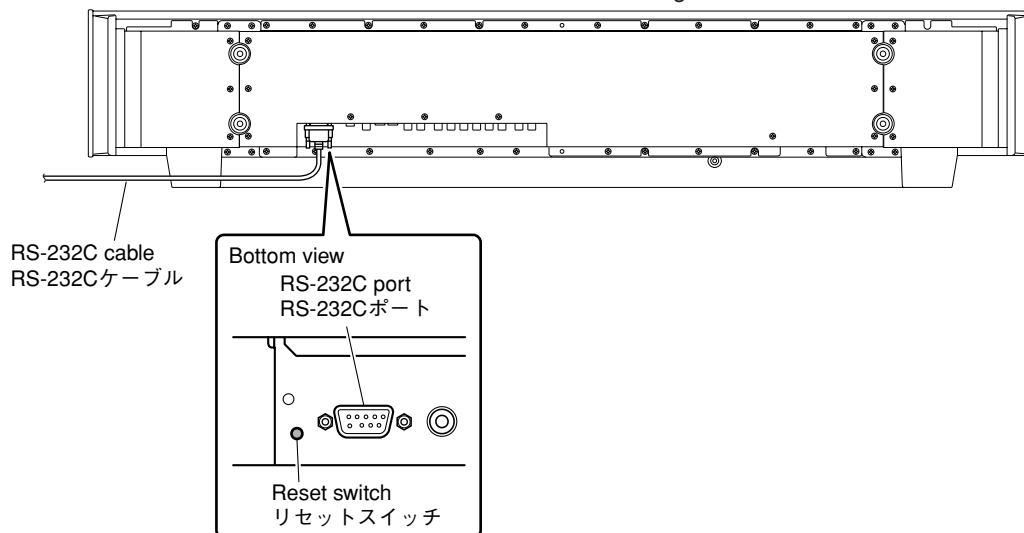

Fig. 1
2. Before turning on the power to YSP-1100 and PC, connect between RS232C ports with the RS232C cable (cross cable). (Fig. 1)
3. While pressing the reset switch of YSP-1100, connect the power cable to the AC outlet. (Fig. 1, 2)
2. YSP-1100とPCの電源を入れる前に、それぞれのRS232Cポート間をRS232Cケーブル(クロスケーブル)で接続します。(Fig. 1)
3. YSP-1100のリセットスイッチを押しながら、電源コードをACコンセントに接続します。(Fig. 1, 2)